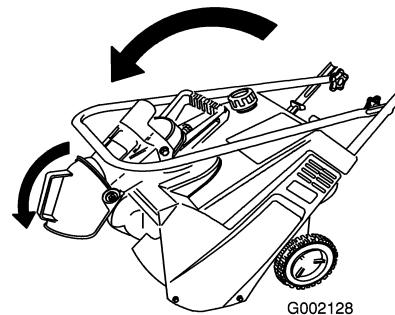

Figure 12
- Repliez l'éjecteur et revissez fermement le bouton sur le boulon à l'arrière de la poignée de l'éjecteur (Figure 12).